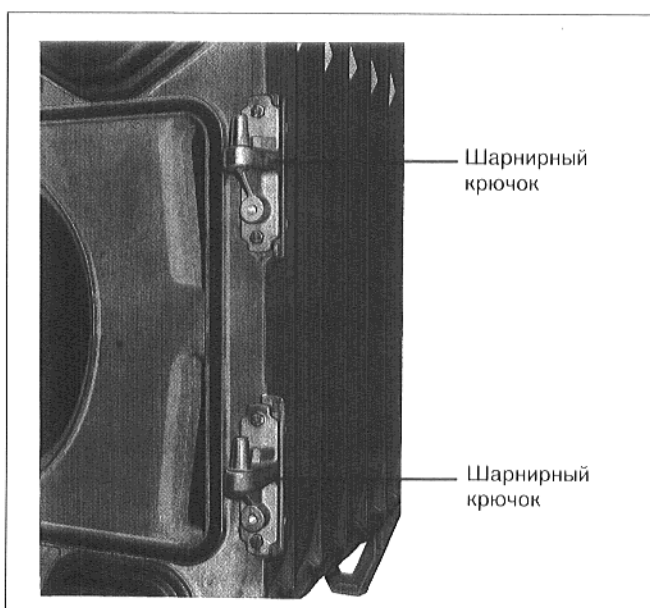

Рис. 26
- Привинтить каждый шарнирный крючок двумя винтами М 12 х 55 к переднему элементу, соответственно рис. 26 (шарниры справа или слева).